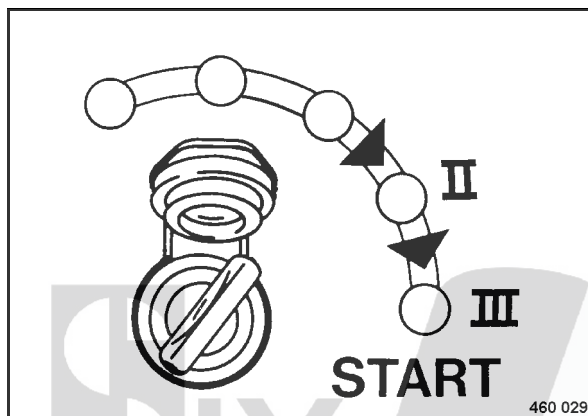

Fig. 50
- Tourner la clé de contact (Fig. 50) de la position "II" sur position "III" ; le démarreur vire le moteur.